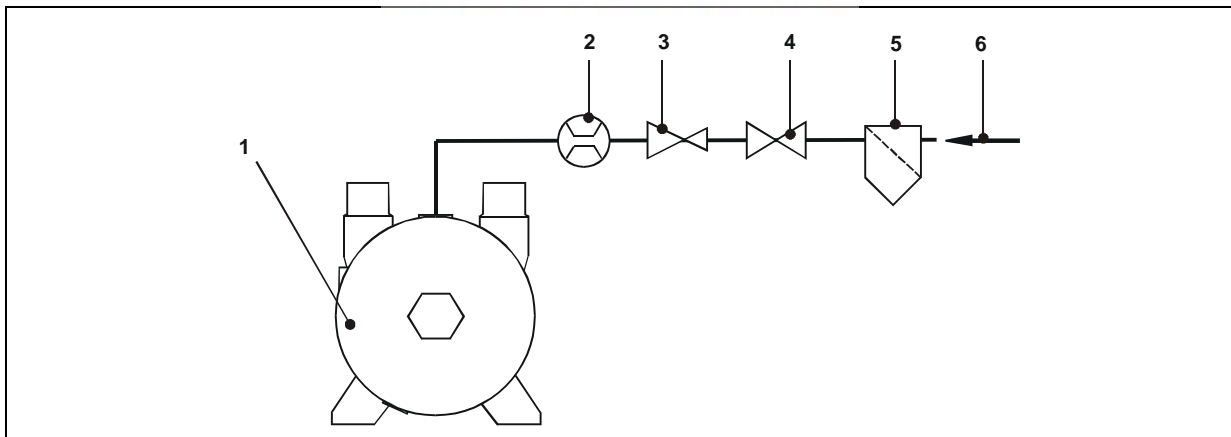
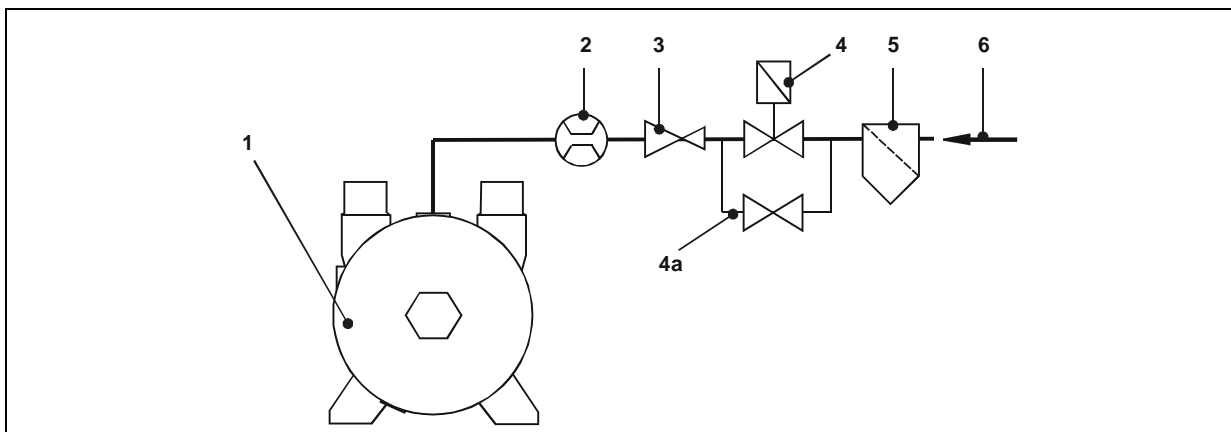

Fig. 11: Betrieb mit Zufuhr der Betriebsflüssigkeit: nicht automatisch gesteuerter Betrieb
Fig. 12: Betrieb mit Zufuhr der Betriebsflüssigkeit: automatisch gesteuerter Betrieb
- Bei nicht automatisch gesteuertem Betrieb: Absperrventil (Fig. 11, S. 29, Pos. 4).
- Bei automatisch gesteuertem Betrieb: Absperrventil in der Bypassleitung (Fig. 12, S. 29, Pos. 4a).
Siehe Fig. 9, S. 28; und Fig. 10, S. 28, sowie Fig. 11, S. 29, und Fig. 12, S. 29.
Bei nicht automatisch gesteuertem Betrieb (Fig. 11, S. 29):
Bei automatisch gesteuertem Betrieb (Fig. 12, S. 29):
- mit dem Durchflussmesser (Fig. 11, S. 29, und Fig. 12, S. 29, Pos. 2)
- über das Stellventil (Fig. 11, S. 29, und Fig. 12, S. 29, Pos. 3)